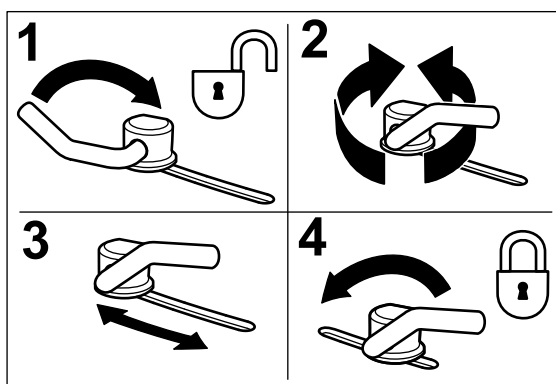

Bild 30
3. Wenn Sie die Haltenocken einstellen möchten, schieben Sie den Hebel nach oben und lösen Sie die Haltenocke (Bild 30).
5. Schieben Sie den Hebel zurück, um das Ablenkblech und die Haltenocken festzuziehen (Bild 30).